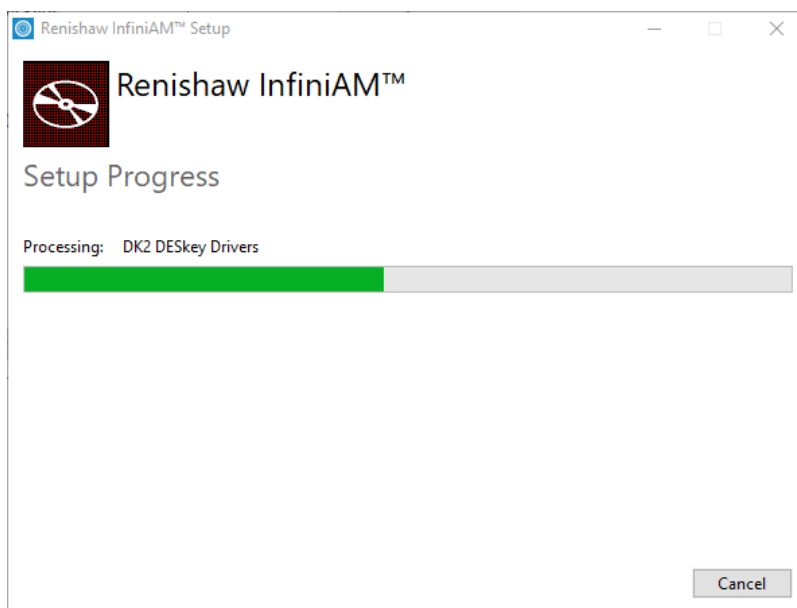

Figura 52 Barra di avanzamento
5. Attendere che la barra di avanzamento arrivi al termine - vedere Figura 52).